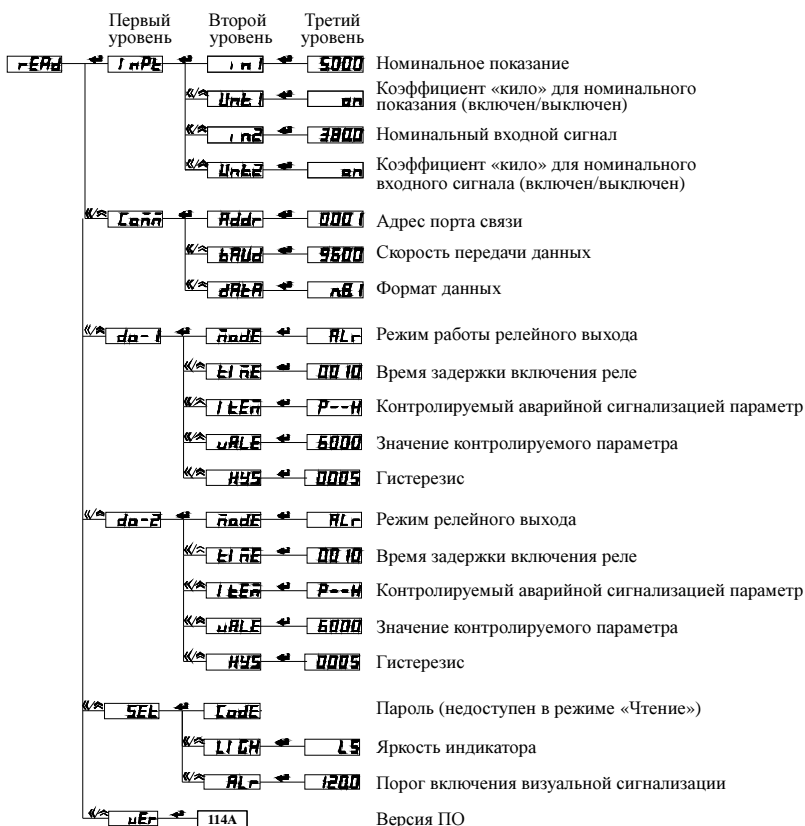

Рис. 4.9 – Структура меню амперметра (PZ194U-2S1T) в режиме **rERd**
2) На рис. 4.9 приведена структура меню приборов модификации S (одноканальный вольтметр PZ194[5]U-2S1T, одноканальный амперметр PA194[5]I-2S1T, частотомер PD194F-2S1T) в режиме *rERd*.